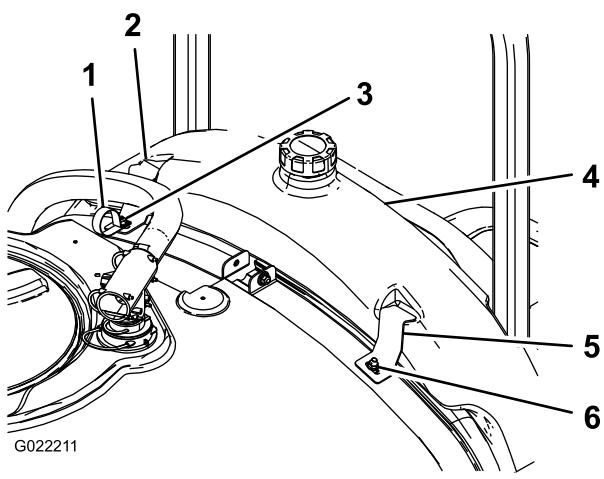

Bild 2
3. Befestigen Sie die Spülbehälterhalterungen und die R-Klemme mit zwei großen Scheiben und Bundmuttern an den vorher eingesetzten Schlossschrauben (Bild 2).